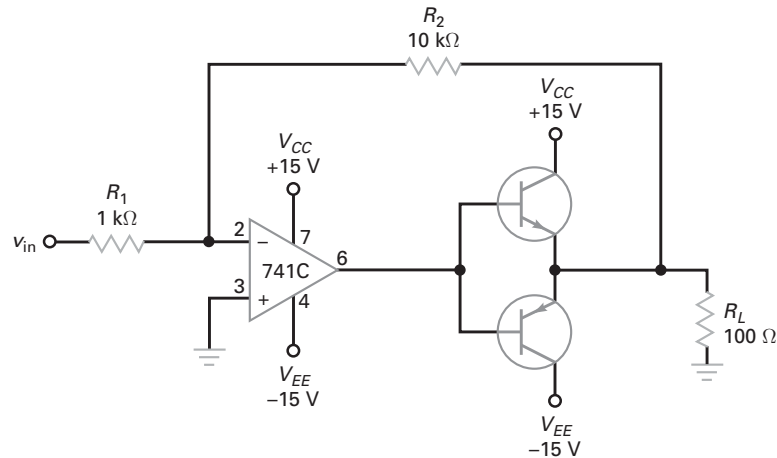

Figura 18-41
- 18-30** Qual o ganho de tensão na Figura 18-41? Se os transistores têm um ganho de corrente de 125, qual a corrente de saída em curto-circuito?
18-43 Os transistores da Figura 18-41 têm $\beta_{CC} = 50$. Se a tensão de entrada for 0,5 V, qual a corrente de base no transistor em condução?